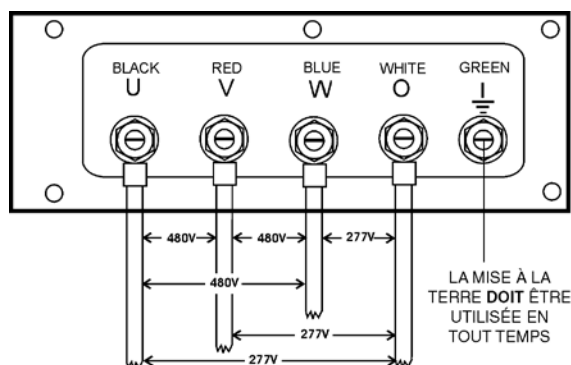

Figure 25. Cosses UVWO Connexions 3Ø-440/254V
2. Connectez les fils de charge aux cosses UVWO comme l'indique la Figure 25.